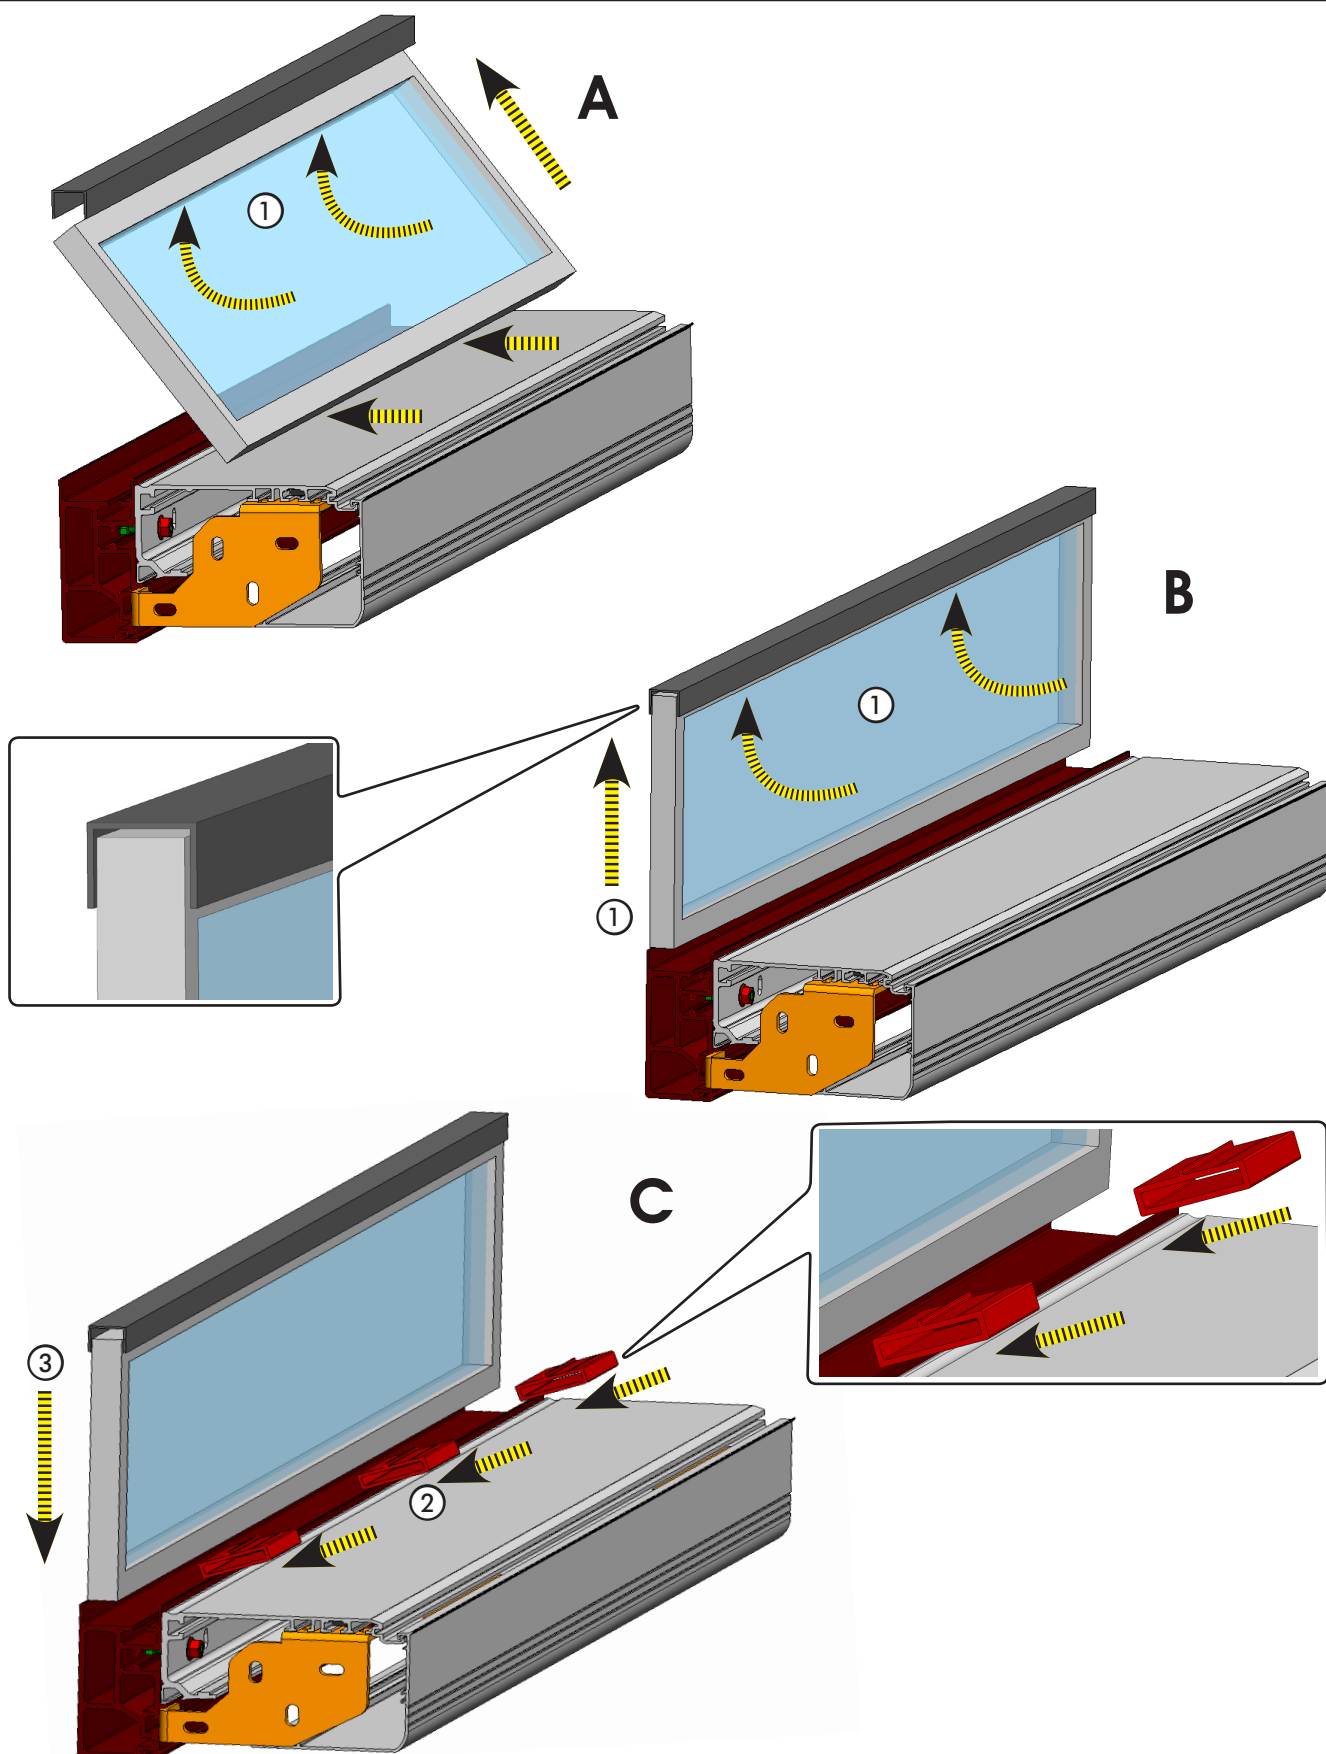

fig. 59
Monteer de glazen deur die in het bovenste profiel moet worden gemonteerd, fig. 59 ① **A,B**
Plaats vervolgens de profielen van het bovenlicht in de onderkant van de glasplaat, fig. 59 ② ③ **C**, op gelijke afstanden.